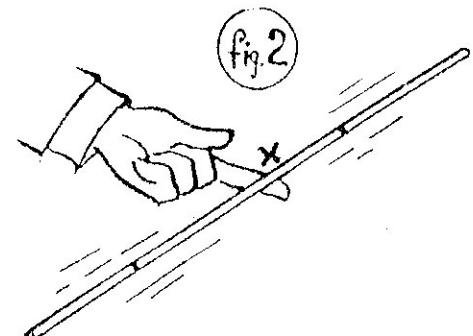

fig.2
- Cuando se corta una varilla para un cometa debe marcársela con un lápiz justo en el medio, se la hará balancear en un dedo y se dejará hasta nun su peso sea igual en los dos lados, en el caso del que estaremos construyendo la más corta debe estar bien balanciada. (Fig. 2)